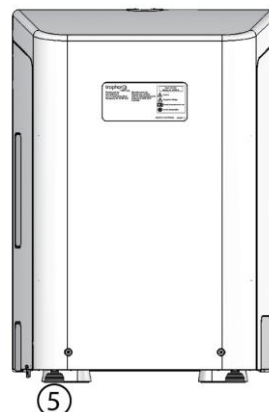

Рис. 2
3. Установите аппарат в горизонтальном положении при помощи регулируемых задних ножек, поворачивая их по часовой стрелке или против часовой стрелки (см. Рис. 2). Проверьте наличие ножек, убедитесь, что они плотно соединены с корпусом.